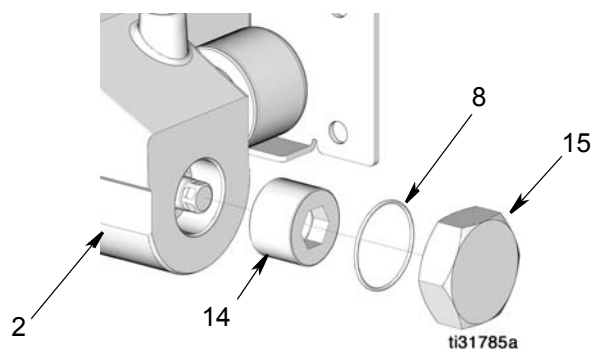

Рис. 16
2. Открутите концевую гайку насоса (15) и уплотнительное кольцо круглого сечения (8) с основания насоса (2) (Рис. 16).